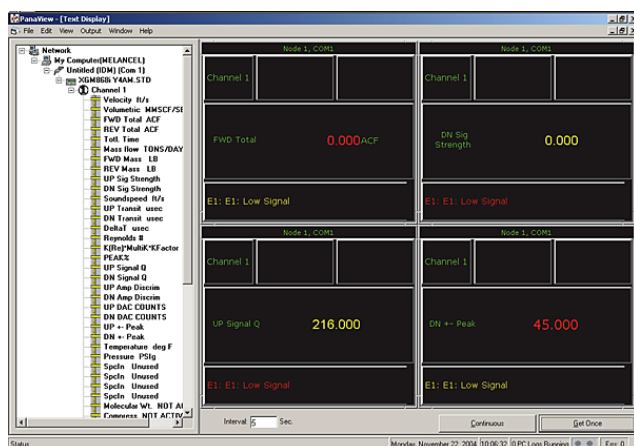

Figura 21: Múltiples pantallas de texto en la ventana de visualización de texto
2. Repita el paso 1 para los parámetros de proceso adicionales que desee, haciendo doble clic sobre ellos en el árbol de red de PanaView. PanaView coloca automáticamente en mosaico las múltiples pantallas de texto en el panel derecho de la ventana Text Display (Visualización texto), como se muestra en la figura 21 a continuación.